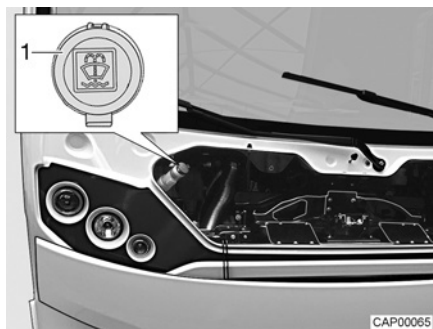

Fig. 8 Bec de remplissage (liquide d'essuie-glace)
- Ouvrir le couvercle (Fig. 8,1) du bec de remplissage du réservoir de liquide d'essuie-glace.